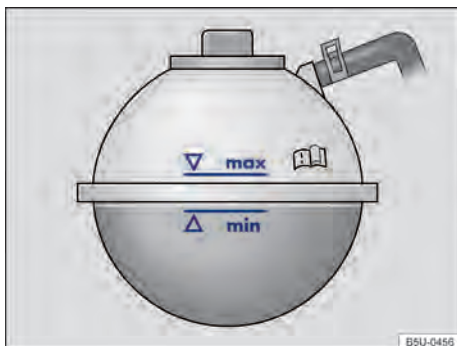

Fig. 204 No compartimento do motor: marcação no reservatório de expansão do líquido de arrefecimento do motor.
- Com o motor frio, verificar o nível do líquido de arrefecimento do motor pela marcação lateral do reservatório → Fig. 204.
- O nível do líquido de arrefecimento do motor deve permanecer dentro da marcação do reservatório → Fig. 204. **Não completar acima da marca "max" → .**
❶ NOTA
- Completar com líquido de arrefecimento do motor somente até a marca “max” → Fig. 204. Caso contrário, ao aquecer-se, o líquido excedente será expulso do sistema de arrefecimento do motor e poderá causar danos.